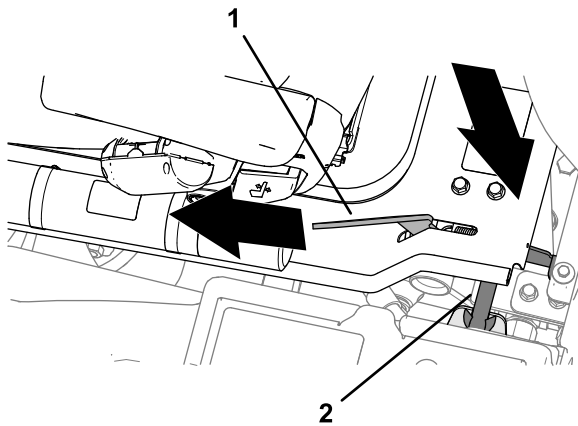

Bild 43
2. Wenn die Plattform beinahe in der vollständig abgesenkten Position ist, bewegen Sie den Sperrriegelgriff der Plattform (**Bild 43**) zur Vorderseite der Maschine.